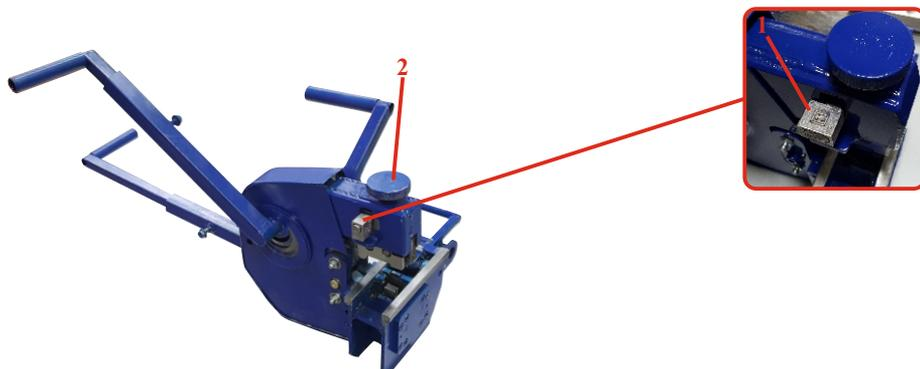

Рис.2 «Соединительное устройство ШС»
4.1) Регулятор высоты скоб **1** необходимо установить в положение № 38 (Рис.2):
4.2) При помощи регулировочного колеса **2** (Рис.2) производится точная настройка соединительного устройства ШС по толщине стыкуемого края ленточного полотна. Регулировка возможна как непосредственно зажатием стыкуемого края ленты в разъем регулятора высоты, так и подручными измерительными инструментами (штангельциркуль, линейка, рулетка);